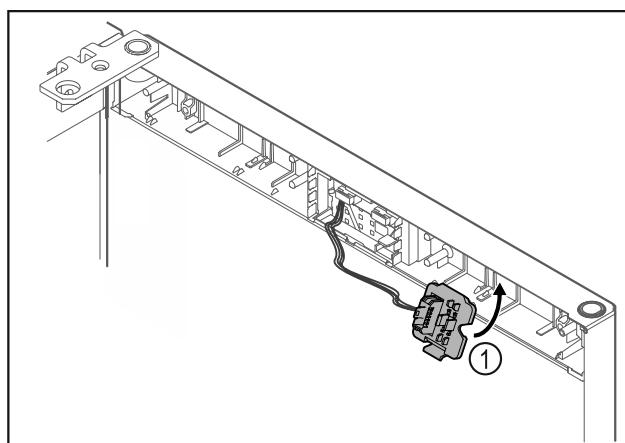

Fig. 15
► Фиксирайте държача на щекера Fig. 15 (1) от противоположната страна.